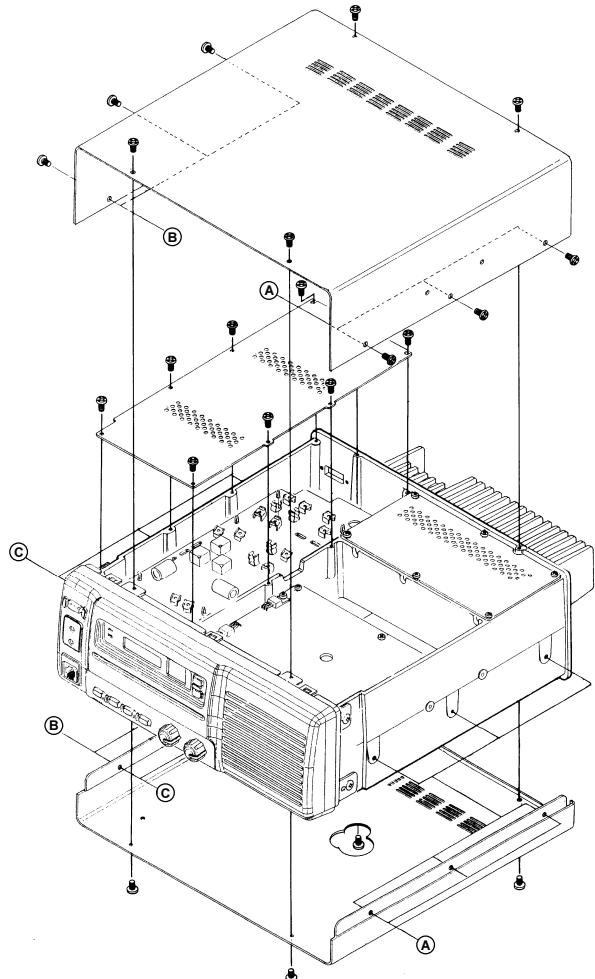

Ilustración 1
- Tomando la ilustración 1 como referencia, saque los 14 tornillos que sujetan las cubiertas superior e inferior del repetidor y retírelas del aparato.
- Saque los ocho tornillos que sostienen la cubierta del blindaje para la Unidad del FILTRO y retírela posteriormente del equipo (refiérase a la Ilustración 1).